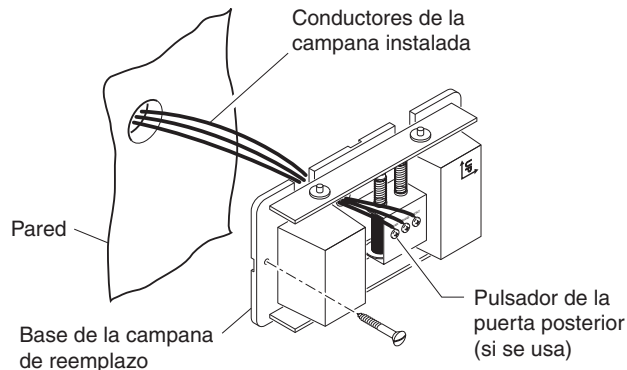

Figura 2 - Cableado de la campana mecánica
10. Conecte el conductor “F” al terminal de tornillo marcado “FRONT”. Conecte el conductor “T” al terminal de tornillo marcado “TRANS”. Conecte el conductor “R” al terminal de tornillo marcado “REAR”* (vea la Figura 2).